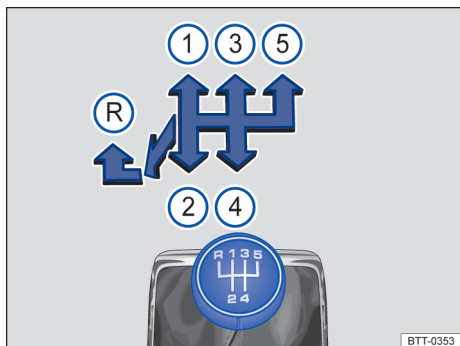

Fig. 80 Esquema de troca de marchas da transmissão manual de 5 marchas.
As posições de cada marcha estão representadas na alavanca de troca de marcha → Fig. 80.
- Empurrar a alavanca de troca de marcha totalmente para a esquerda e depois para frente até a posição da marcha a ré → Fig. 80 (R).